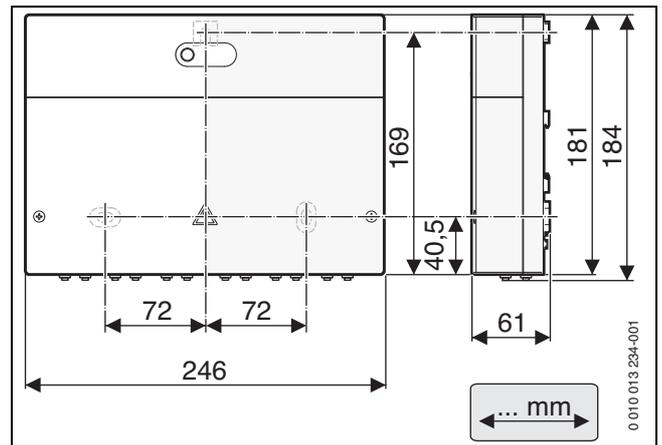
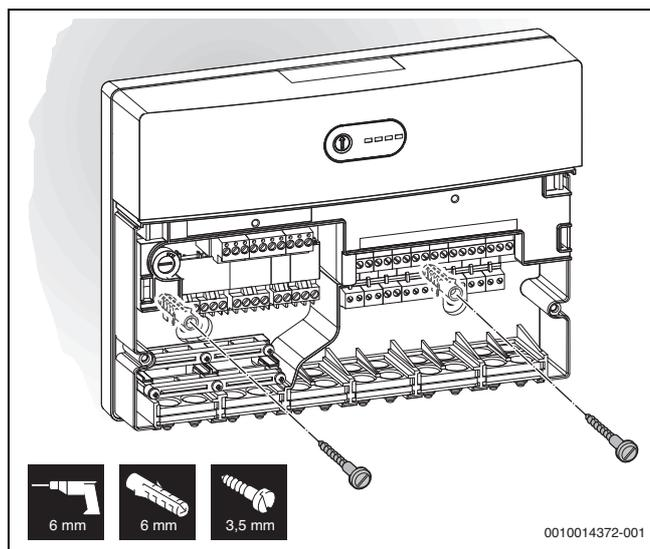
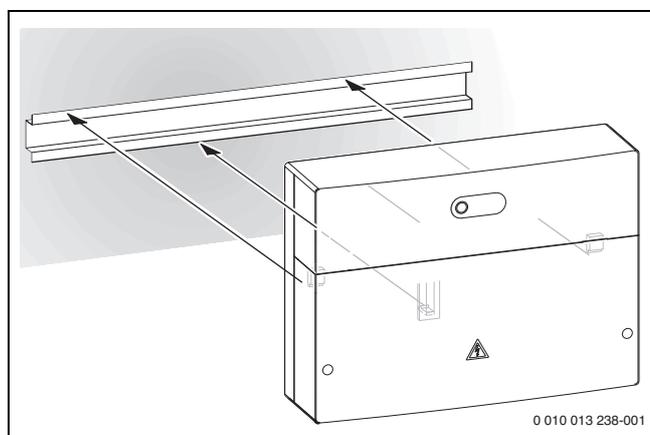

Fig. 19 Dimensioni del modulo elettronico
Fig. 22 Fissaggio del modulo elettronico a parete
Fig. 23 Fissaggio del modulo elettronico su guida profilata
- ▶ Installare il modulo a parete (→ fig. 19 – fig. 22), su una guida profilata (→ fig. 23) o in un gruppo di montaggio.